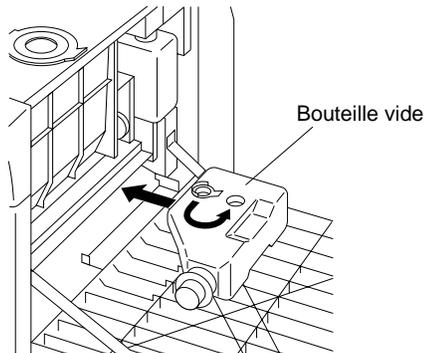

Figure 4-20 Installation de la bouteille de récupération du révélateur
2. Placez le bouchon dans l'emplacement de rangement, comme illustré à la Figure 4-20.